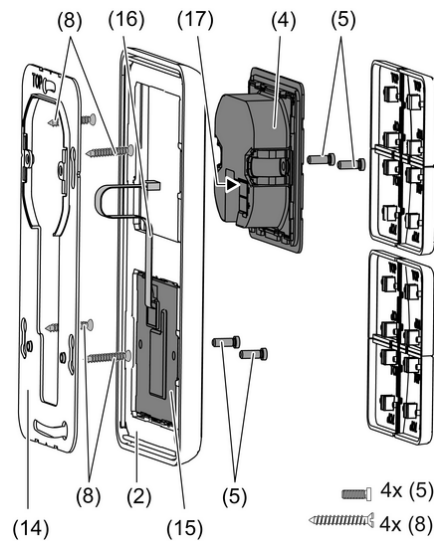

Bild 2: Montage mit Tastsensor-Erweiterungsmodul
Bei Verwendung des Tastsensor-Erweiterungsmoduls (Bild 2): Bevorzugte Montage senkrecht. Großen Tragring (14) verwenden. Bei Montage auf nur einer UP-Dose die unteren Schrauben in der Wand versenken, z. B. mit Bohrung  $\varnothing 6 \times 10$  mm. Tragring als Schablone verwenden.